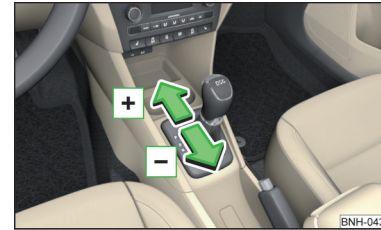

Abb. 111
- › Den Wählhebel nach vorn  » Abb. 111 tippen.
- › Den Wählhebel nach hinten  » Abb. 111 tippen.